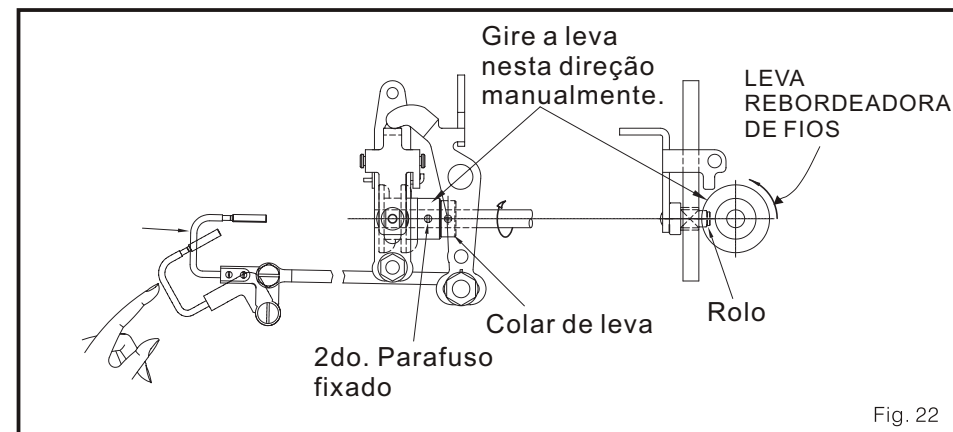
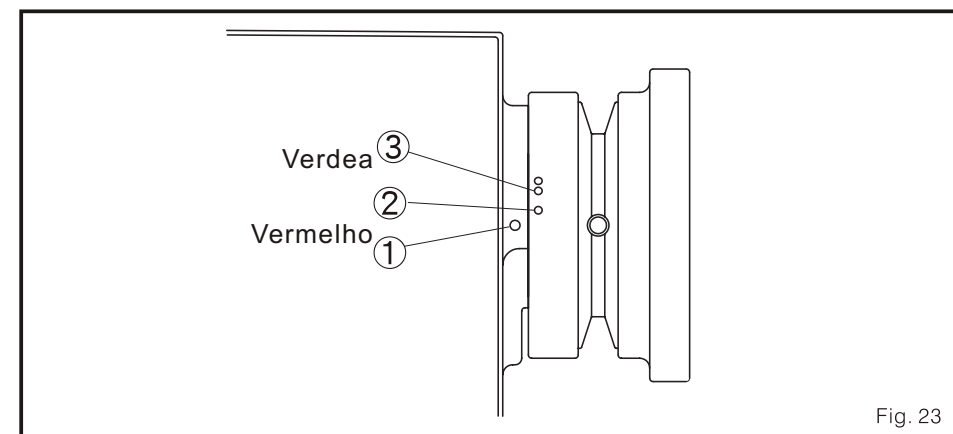

Fig. 22
Fig. 23
1. a posição correta de coordenação da leva rebordeadora de FIOS (Fig.22, Fig.23)
- (1) alinhe as marcas no braço disto máquina e na talha. (Fig.23)
- (2) quando começar a costura, comece os pontos em baixa velocidade. (800 spm)